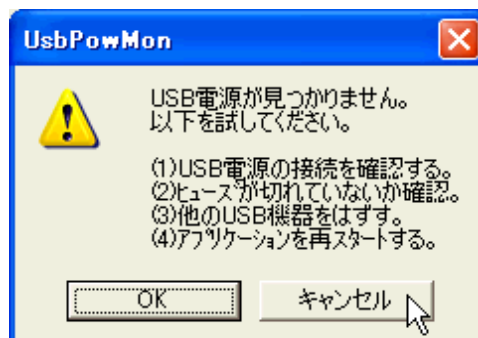

図 8-2 USB 電源が見つかりません(UsbPowMon.exe 実行中)
②UsbPowMon.exe の実行中(電圧出力中)に図 8-2 のようなダイアログが出る